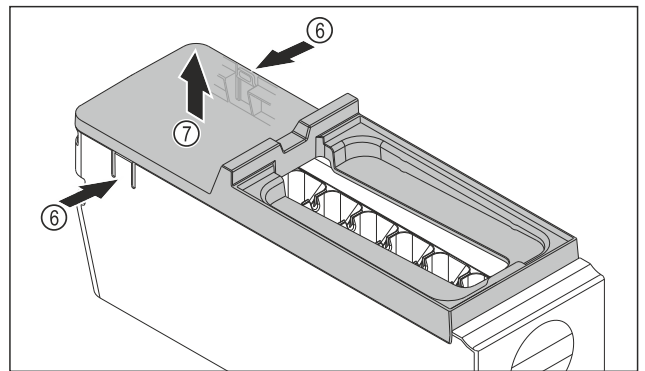

Fig. 146
- Rimuovere la copertura del corpo dell'EasyTwist-Ice: Con una mano, premere le linguette Fig. 146 (6) su entrambi i lati del corpo dell'EasyTwist-Ice.
- Con l'altra mano, estrarre verso l'alto la copertura Fig. 146 (7).